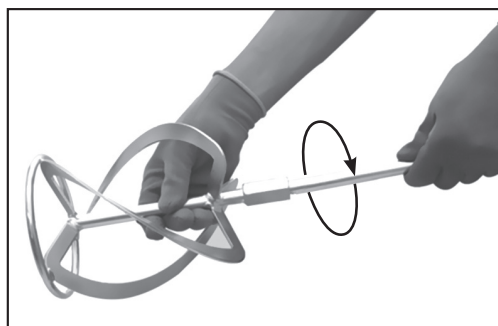

Fig. 1 - FIXATION DU BATTEUR À LA TIGE
1. Visser le batteur à l'extrémité de la tige (Fig. 1).